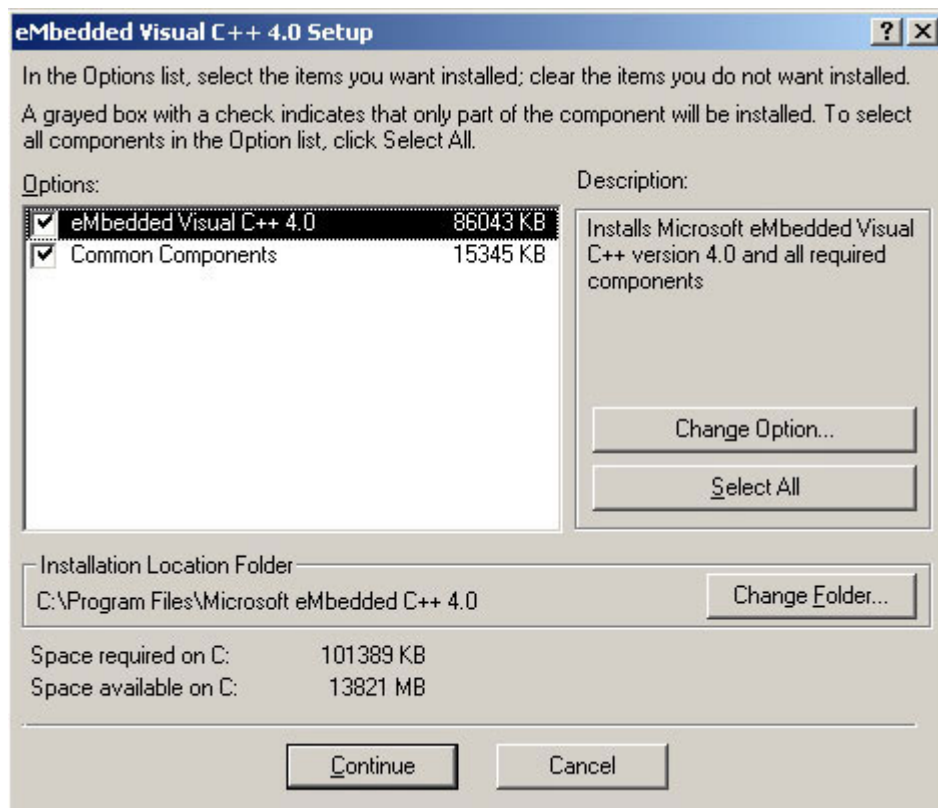

图 3-9 确认安装信息
9、接下来出现安装确认对话框如图 3-9，不作任何修改，直接确认安装（建议客户不要修改默认的安装路径，以免以后使用时出现错误）。